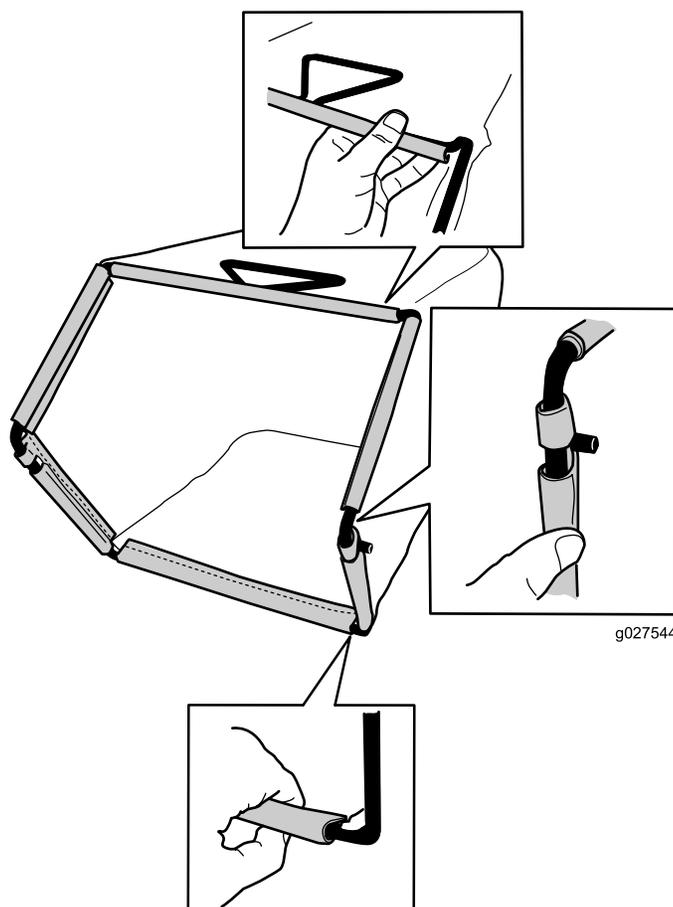

Figure 9
3. Accrochez les glissières supérieur et latérales du bac au sommet et sur les côtés de l'armature respectivement (Figure 9).
2. Accrochez la glissière inférieure du bac au bas de l'armature (Figure 9).